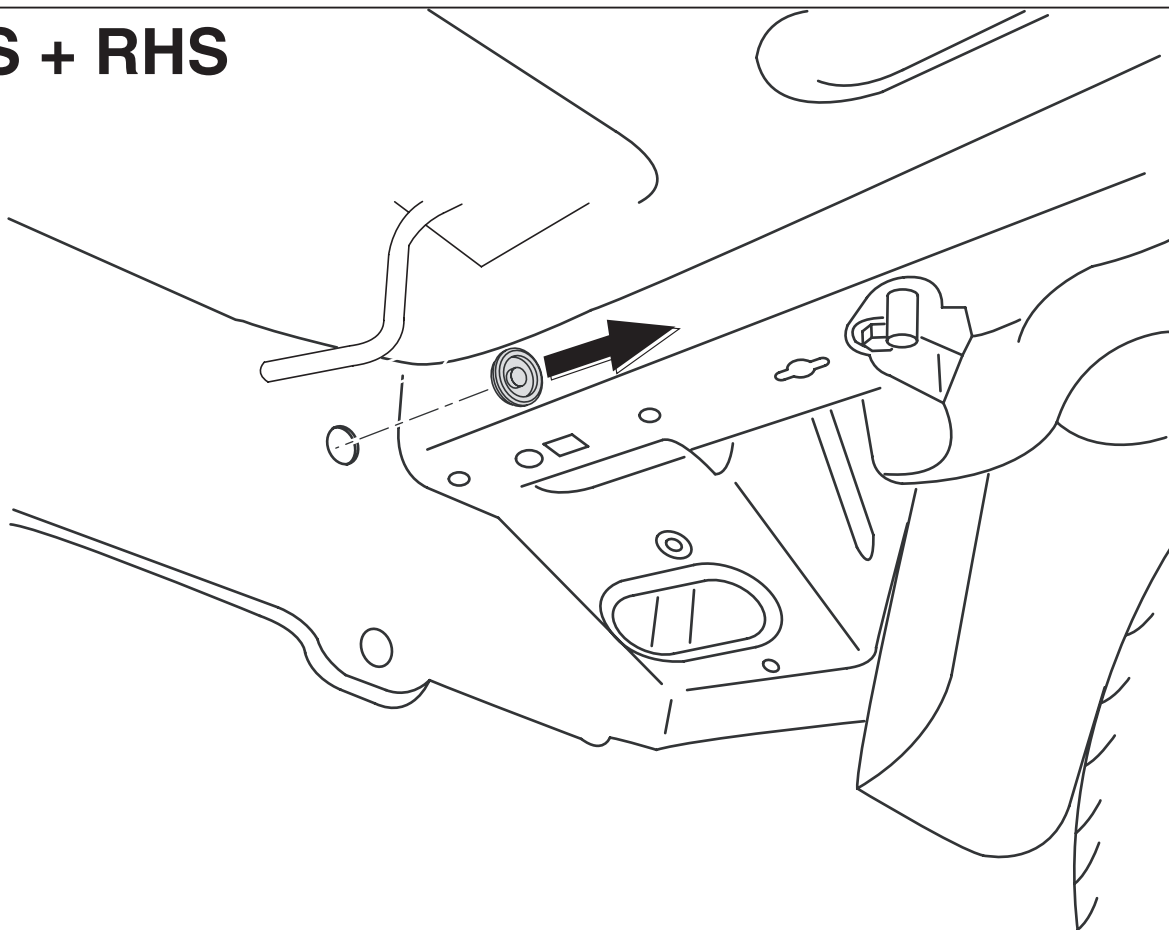

Fig.1
qués (voir la fig. 1).
2. Avlägsna gummikåporna vid de markerade punkterna (se fig. 1).
2. Fjern gummikapslerne ved de markerede punkter (jævnfør fig. 1).
2. Дать резинные пробки в указанных точках (см. рис. 1).
2. Retirar a la altura de los puntos indicados los tapones de goma (véase la fig. 1).
2. Rimuovere i tappi in gomma dai punti indicati (vedi fig. 1).
2. W oznaczonych miejscach usunąć gumowe nakładki (patrz rys. 1).